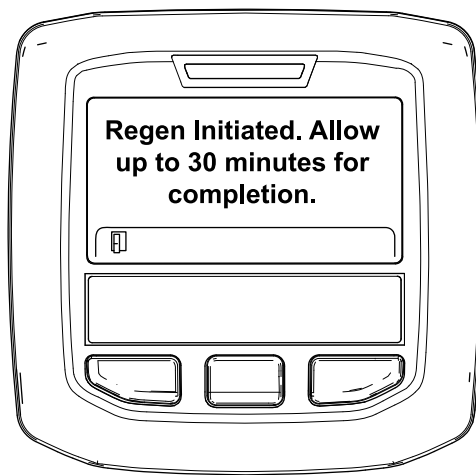

図 39
- 再生許可の場合には Regen Initiated 再生を開始しましたと表示。再生が終了するまで、最大 30 分間が必要。終了まで待つ 図 39。